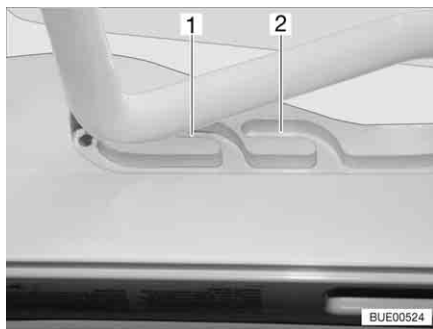
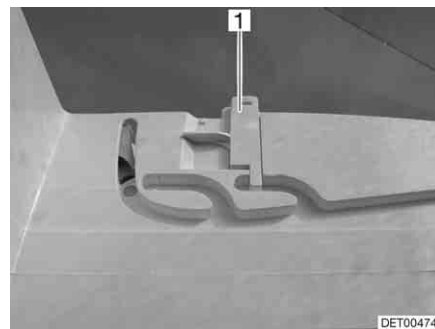

Bild 88 Heki-takluckan i ventilationsläge
Bild 89 Lås ventilationsläge
Heki-takluckan kan ställas i två ventilationslägen: Läget för dåligt väder (Bild 88,1) och mittläget (Bild 88,2). Beroende på modell kan takluckan låsas i mittläget med spärren (Bild 89,1).
- Tryck bygelns lätt uppåt och skjut in den i det valda spåret (Bild 88,1 eller 2) och lås eventuellt.